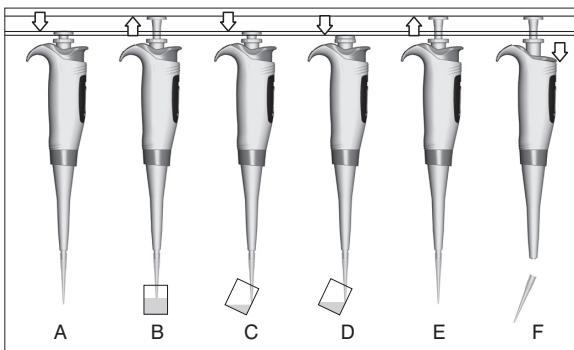

Fig. 4
- Espere cerca de 1s antes de retirar as ponteiras da amostra aspirada, fig. 4).